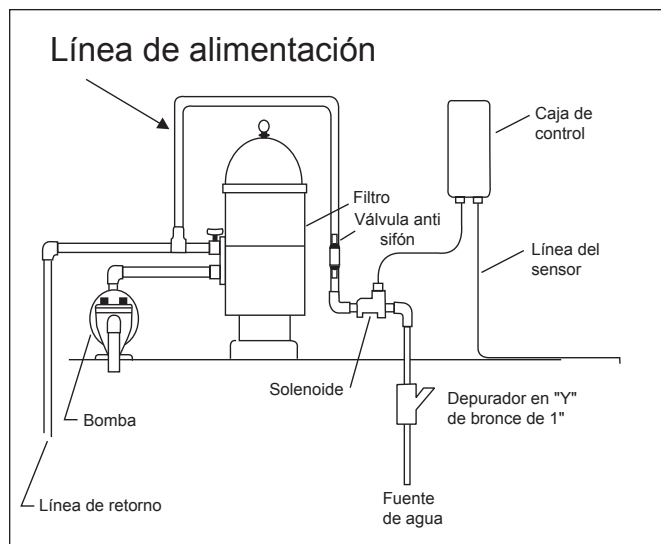

Figura 2. Instalación de K-2000
1. Monte la caja de control en la pared cerca de la bomba y del filtro. Véase Figura 2. No coloque la caja en una proximidad de 10 pies (3 metros) de las orillas de la piscina.